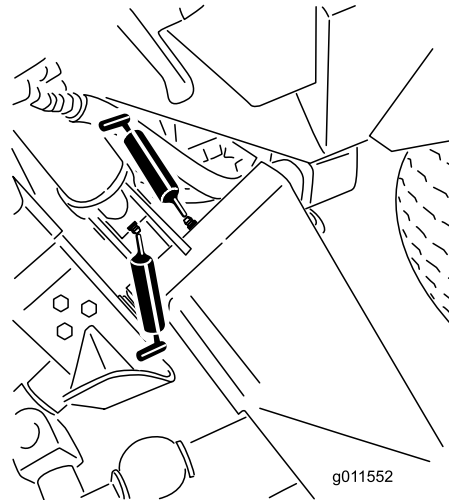
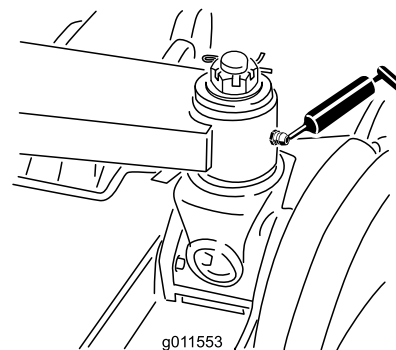

Bild 43
Bild 44
- Haupthubarmbüchsen (6) (Bild 43 und Bild 44)